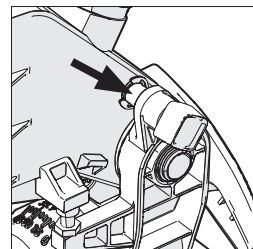

Abb. 16
- Vergewissern Sie sich, dass sich der Schneidkopf in der gesperrten Position befindet. Dabei muss der Verriegelungsbolzen vollständig in seiner Halterung eingerastet sein. (vgl. Abb. 16)
- Vergewissern Sie sich, dass sich der Schneidkopf in der gesperrten Position befindet. Dabei muss der Verriegelungsbolzen vollständig in seiner Halterung eingerastet sein. **(Abb. 16)**
- Ziehen Sie den Rastbolzen (Abb. 16) heraus und lassen Sie den Schneidkopf in seine aufrechte Position fahren.